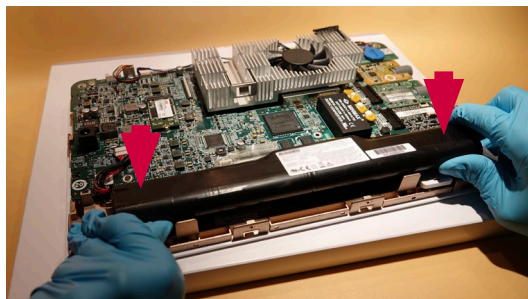

Figura 15: Colocación de una nueva batería, con la cinta adhesiva mirando hacia abajo
- d) **Coloque la nueva batería (Figura 15)**